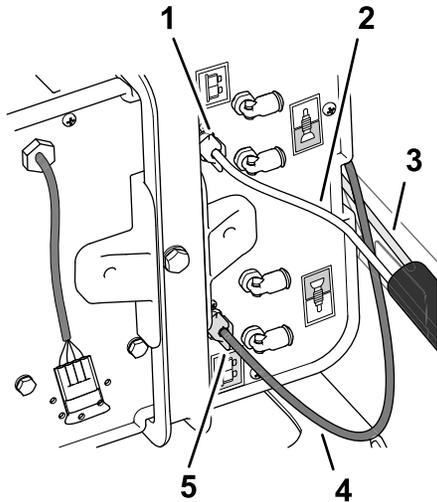

Figura 5
- Disponete l'estremità libera del tubo trasparente da 92 cm dal raccordo del tappo al raccordo sul lato del compressore con il dado di compressione bianco (Figura 4 e Figura 5).
- Rimuovete il dado di compressione bianco (Figura 5) e montatelo sul tubo trasparente da 92 cm.
- Montate il tubo trasparente e il dado di compressione bianco sul raccordo sul lato del compressore e serrate il dado di compressione bianco manualmente (Figura 5).
- Rimuovete il dado di compressione blu dal raccordo sul lato del compressore (Figura 5).
- Montate il dado di compressione blu sul tubo blu (Figura 5) dei tubi di densità della schiuma da 4,9 m.
- Montate il tubo blu e il dado di compressione blu sul raccordo sul lato del compressore e serrate il dado di compressione blu manualmente (Figura 5).